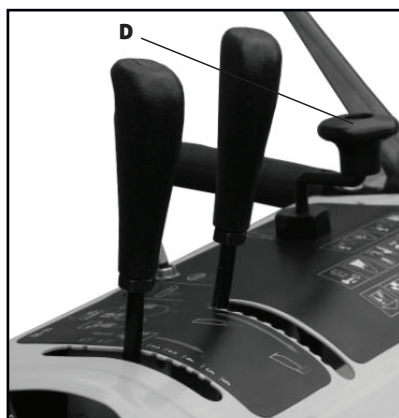
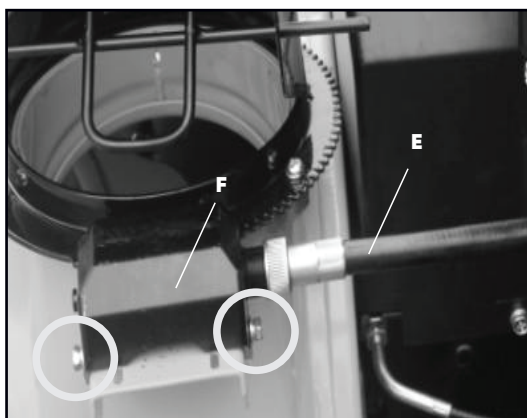

Рис. 5
Рис. 6
- На панели оператора проверьте соединение рукоятки вращения желоба **Д** (рис.5) с гибким валом **Е** (рис.6).
- Механизм поворота желоба **Ф** должен быть зафиксирован на корпусе машины (рис.6), а гибкий вал **Е** должен быть надежно соединён с механизмом поворота желоба **Ф** (рис.6) и рукояткой вращения желоба **Д** (рис.5).